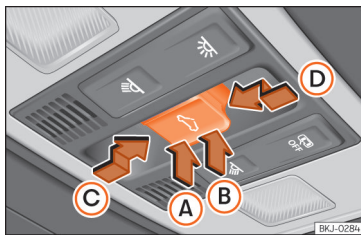

Fig. 61 No revestimento interior do teto: botão do teto de vidro.
O botão  Fig. 61 tem dois níveis. No primeiro nível pode colocar-se o teto na posição defletora, abrir ou fechar total ou parcialmente. No segundo nível, o teto move-se automaticamente para a posição final correspondente após acionar brevemente o botão. Acionando novamente o botão para-se a função automática.
- Antes que decorram aproximadamente 5 segundos desde a ativação da função antientalamento, pressione o botão ⇐»» Fig. 61 até ao segundo nível no sentido da seta Ⓢ até que o teto se feche completamente.